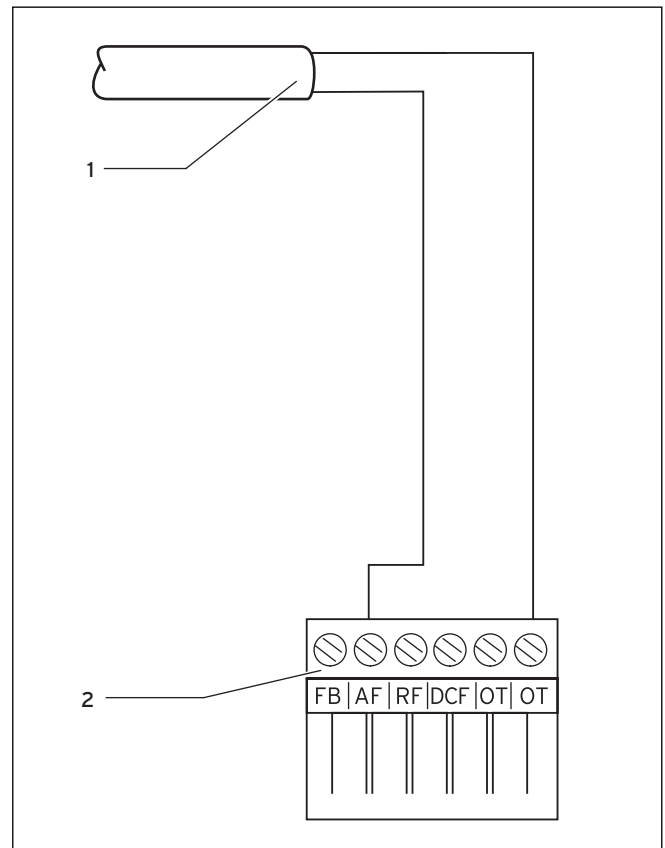

Abb. 5.1 Außenfühlers VRC 693 anschließen
- Schließen Sie das Anschlusskabel an den 6-poligen Randstecker an (→ **Abb. 5.1**).